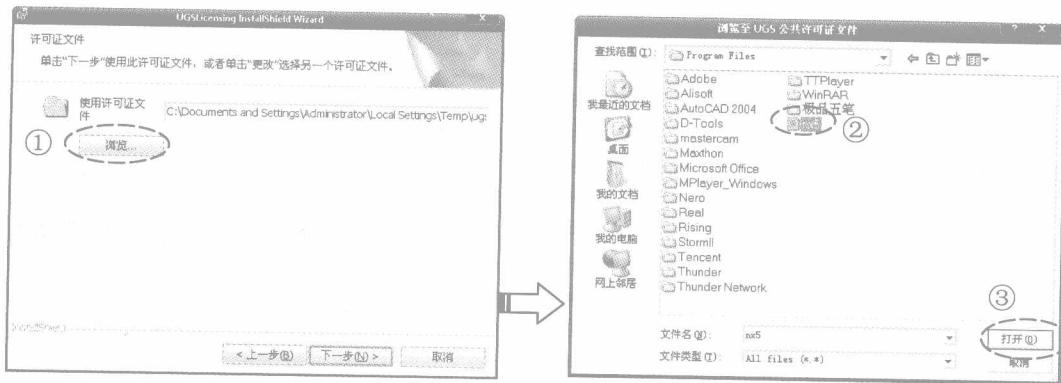

图 1-7 选择许可证文件
(9) 单击 **确定** 按钮后弹出【UGSlicensing InstallShield Wizard】对话框，接着单击 **下一步(N)>** 按钮，弹出【UGSlicensing InstallShield Wizard】对话框，然后按照图 1-7 所示的指引进行操作。